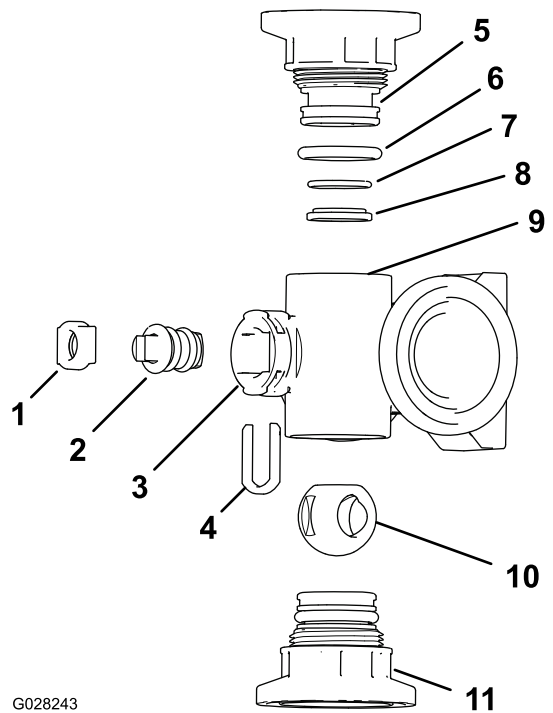

Figure 123
2. Déposez les 2 raccords d'embout à chaque extrémité du collecteur (Figure 123 et Figure 124).
4. Retirez l'étrier de fixation de tige situé dans les fentes de l'orifice de tige du collecteur (Figure 123 et Figure 124).
5. Déposez du collecteur le dispositif de retenue de la tige et le siège de la tige (Figure 123 et Figure 124).
6. En passant par le corps du collecteur, déposez la tige de valve (Figure 123 et Figure 124).
1. Vérifiez l'état et l'usure des joints toriques de raccord de sortie (collecteur de vanne de section seulement), joints toriques d'embout, joints toriques de portée arrière et siège de bille (Figure 123 et Figure 124).
2. Appliquez de la graisse silicone sur la tige de la valve et insérez cette dernière dans son siège (Figure 123 et Figure 124).
3. Placez la tige et le siège de valve dans le collecteur et fixez-les à l'aide du dispositif de retenue (Figure 123 et Figure 124).
4. Vérifiez que le joint torique de portée arrière et le siège de bille sont bien alignés et engagés dans le raccord d'embout (Figure 123 et Figure 124)
5. Montez le raccord d'embout sur le corps du collecteur jusqu'à ce que la bride du raccord touche le corps (Figure 123 et Figure 124), puis tournez encore le raccord d'embout de $\frac{1}{8}$ à $\frac{1}{4}$ de tour.